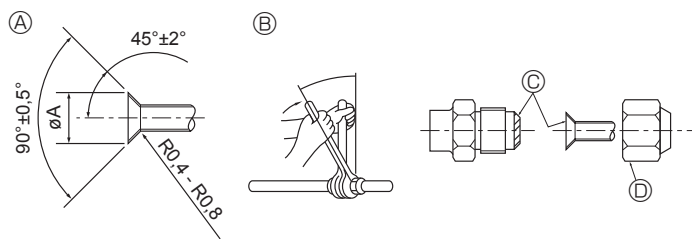

Fig. 4-1
4.2. Құбырларды жалғау (Fig. 4-1)